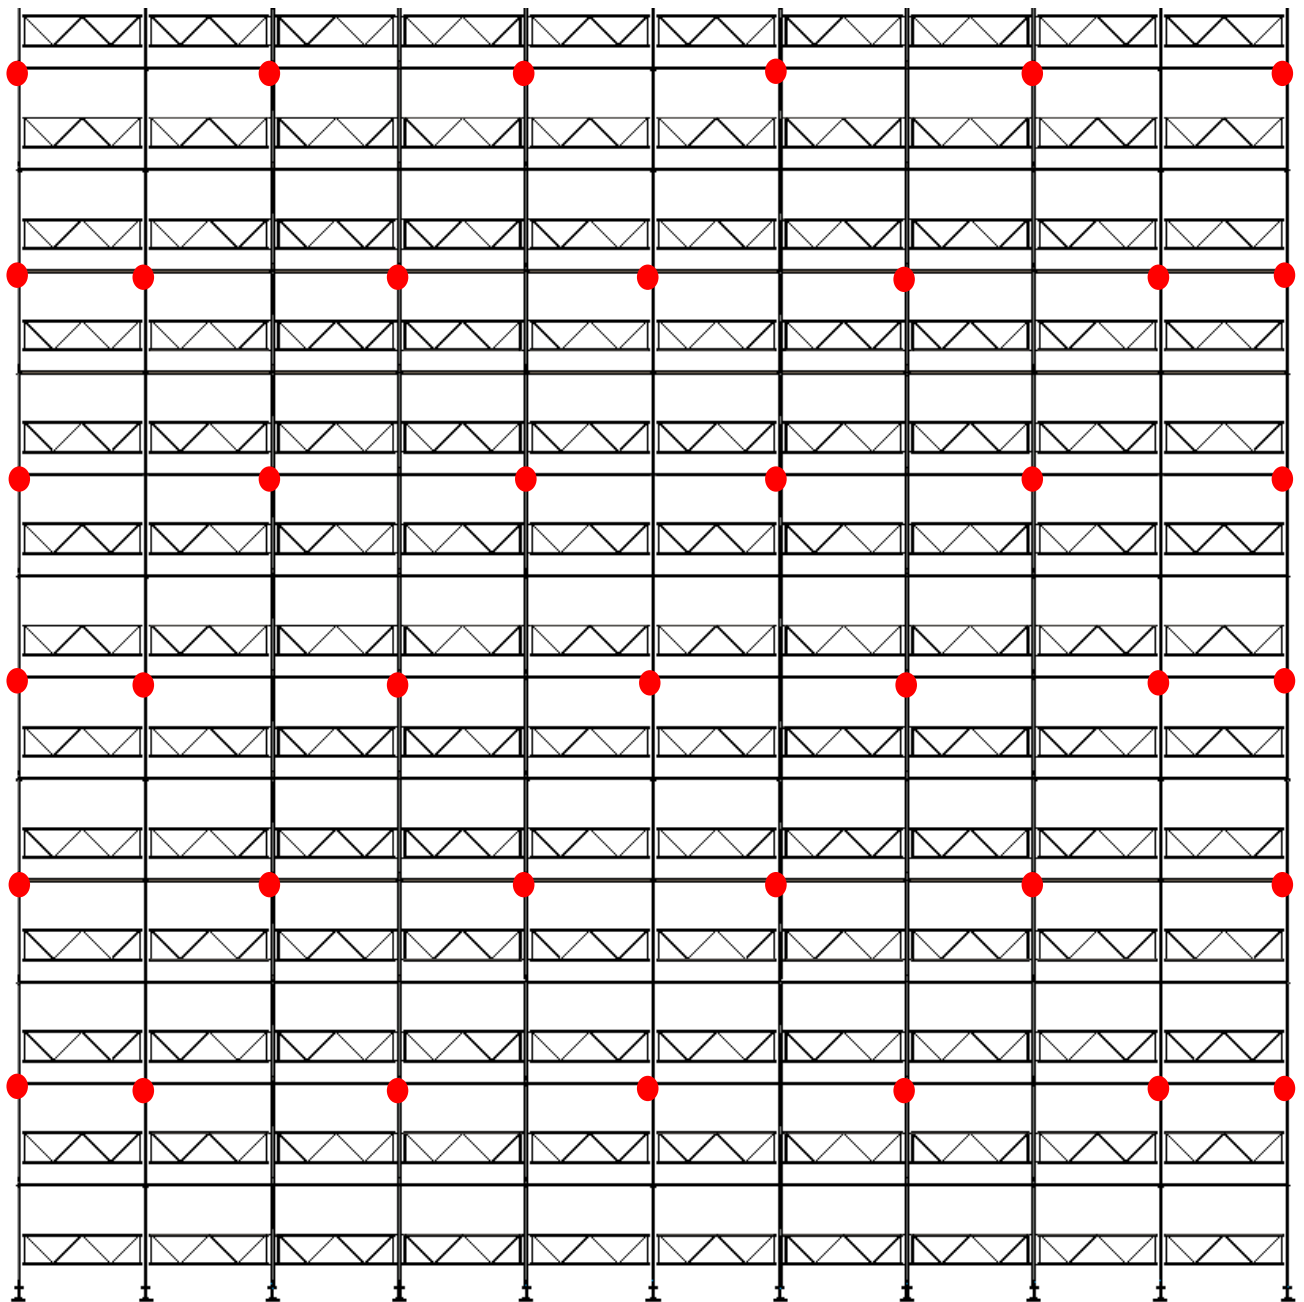

Abbildung 31: Verankerungsraster Gerüst unbedeckt
- versetzt (siehe Abbildung 31)